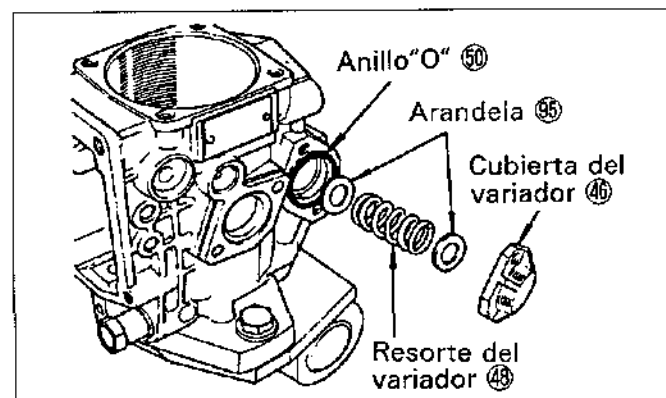

Figura.14-16 Instalación del resorte del variador
(5) Ponga el resorte del variador ④⑧ y arandela de ajuste ④⑨ en el pistón del variador ④①. Instale los anillos "O" de la cubierta del variador ④⑥, y las cubiertas del variador ④⑦ (lado de resorte y lado de potencia ④⑦) y apriete los cuatro pernos de la cubierta del variador al valor adecuado. (0,7 - 1,0 kgm) (Vea la figura.14-16)